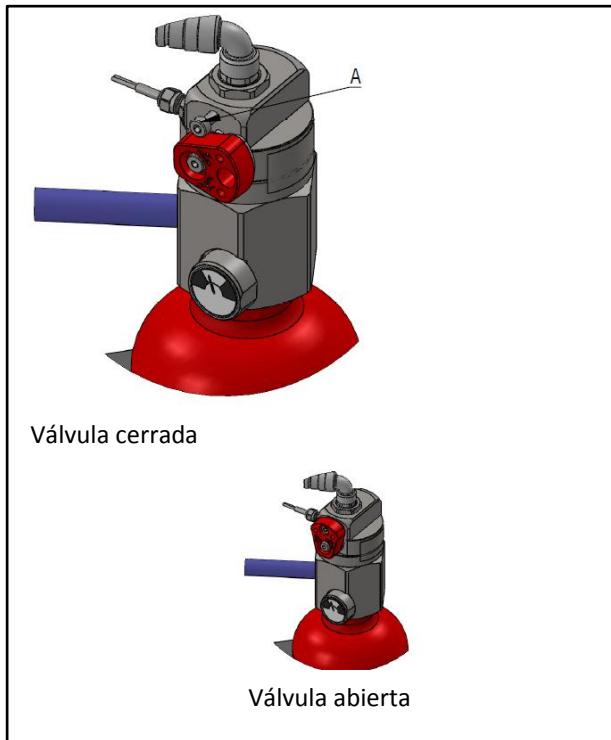

Fig. 46 – Posiciones de la leva de la válvula
- Para abrir la válvula, se desenroscará el tornillo seguridad (fig. 46-A) y abriremos la válvula girando la leva mediante la herramienta Multi-función del maletín Starter kit.